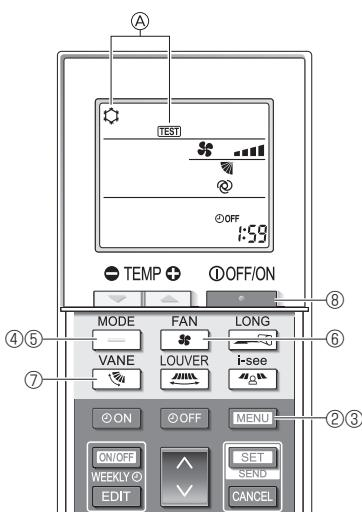

Fig. 7-5
- ① Mettez l'appareil sous tension au moins 12 heures avant l'essai de fonctionnement.
- ② Appuyez sur la touche [MENU] pendant 5 secondes. (Fig. 7-5) (Effectuez cette opération lorsque l'affichage de la télécommande est éteint.)
- ③ Appuyez sur la touche [MENU]. La mention ④ [TEST] et le mode de fonctionnement en cours sont affichés. (Fig. 7-5)
- ④ Appuyez sur la touche [] pour activer le mode refroidissement, puis vérifiez que de l'air froid est soufflé par l'appareil.
- ⑤ Appuyez sur la touche [] pour activer le mode chauffage, puis vérifiez que de l'air chaud est soufflé par l'appareil.
- ⑥ Appuyez sur la touche [] et vérifiez que la vitesse du ventilateur change.
- ⑦ Appuyez sur la touche [] et vérifiez que l'ailette automatique fonctionne correctement.
- ⑧ Appuyez sur la touche [] pour terminer l'essai de fonctionnement. (Après deux heures, un signal sera émis pour arrêter l'essai de fonctionnement.)